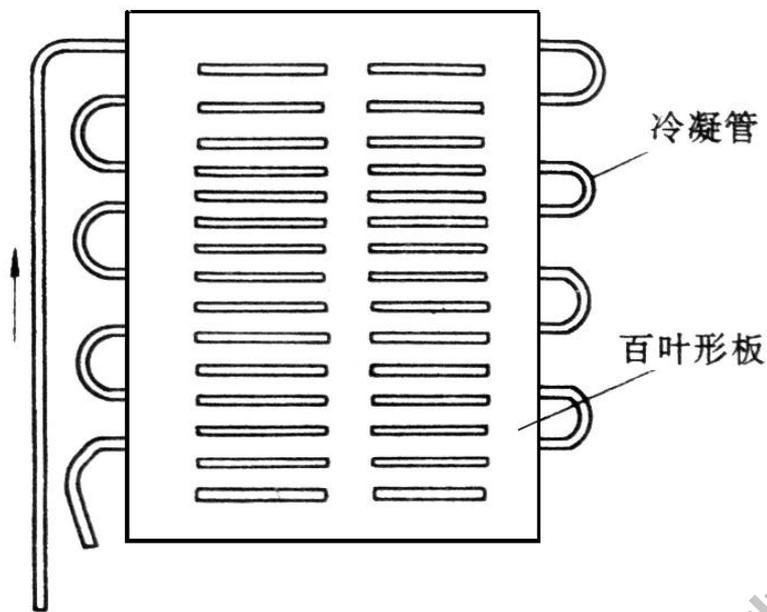

图7-18百叶窗式冷凝器
- (1)百叶窗式 把冷凝器蛇形管道嵌在冲压成百叶窗形状的铁制薄板上。靠空气的自然流动散发热量，如图7-18所示。薄板的厚度约为0.5~0.6mm，冷凝管直径5~6mm。